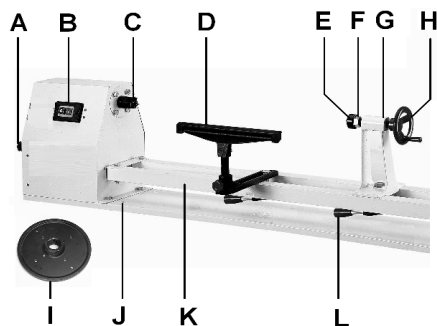

Рис. 1
Для этого в основании станка (J, Рис. 1) предусмотрены отверстия.
Установите подручник (D, Рис. 1) как можно ближе к заготовке. Затяните рукоятку, чтобы зафиксировать его положение.
Планшайба (I, Рис. 1) накручивается на резьбовой конец шпинделя и снимается при блокировке шпинделя с помощью поставляемого в комплекте стопорного стержня.
Четырехзубцовый поводковый патрон (C, Рис. 1) накручивается на резьбовой конец шпинделя и снимается при блокировке шпинделя с помощью поставляемого в комплекте стопорного стержня.
Поверните маховик (H, Рис. 1) по часовой стрелке, чтобы выдвинуть пиноль задней бабки. Зафиксируйте пиноль с помощью гайки (F).
Рукоятка (L, Рис. 1) фиксирует положение задней бабки на станине.